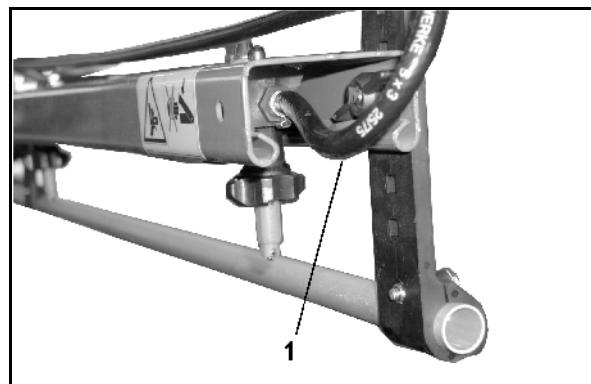

Рис. 77
- При включенной принудительной циркуляционной системе дает возможность для постоянной циркуляции жидкости в трубопроводе опрыскивателя. Для этого для каждой линии имеется промывочный шланг (Рис. 77/1).
- Для этого для каждой линии имеется промывочный шланг (Рис. 77/1).